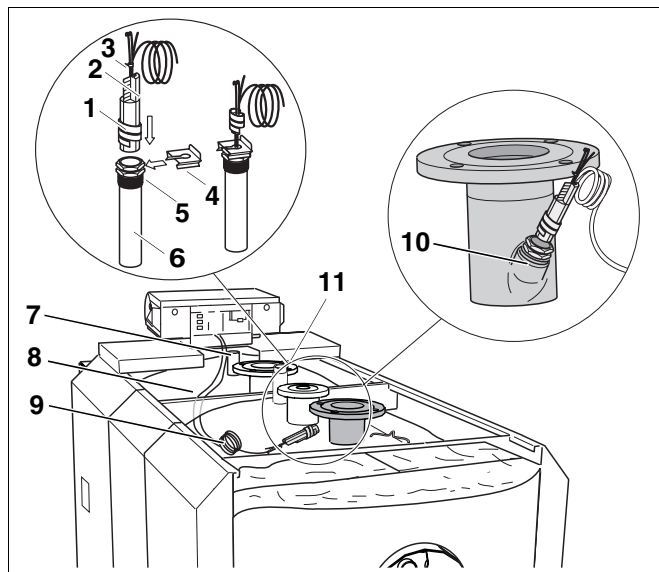

Рис. 38 Установка комплекта температурных датчиков
- Проложить капиллярные трубки и провод датчика (рис. 38, поз. 9) к точке замера (рис. 38, поз. 10) на подающей линии отопительного котла.
- Лишний кабель, капиллярные трубки и провод датчика (рис. 38, поз. 9) смотать и уложить на теплоизоляцию корпуса котла (рис. 38, поз. 8).
- Кабель горелки провести через кабельный ввод передней крышки котла (рис. 38, поз. 7).
- Вставить до упора компенсационную пружину (рис. 38, поз. 2) с температурными датчиками (рис. 38, поз. 3) в гильзу (рис. 38, поз. 6).
При установке температурных датчиков (рис. 38, поз. 3) в гильзу (рис. 38, поз. 6) пластмассовая спираль (рис. 38, поз. 1) автоматически выдвигается назад.
- Задвинуть фиксатор (рис. 38, поз. 4) сбоку на головку гильзы (рис. 38, поз. 5).
- Вставить весь комплект датчиков системы управления Logamatic 4212 в точку замера на подающей линии отопительного котла (рис. 38, поз. 10).
- Датчик модуля ZM 427 устанавливается заказчиком на обратную линию отопительного котла (рис. 38, поз. 11).